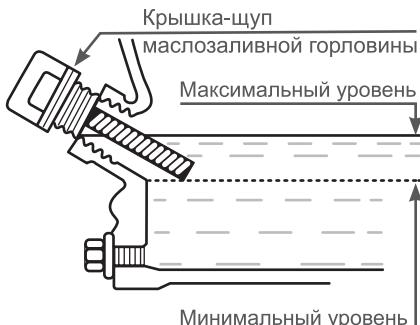

Рис. 5. Проверка уровня масла в картере
Максимальный уровень масла в картере соответствует нижней кромке заливного отверстия (Рис. 5).
5. При недостаточном уровне масла в картере необходимо долить чистое масло до верхней отметки на щупе, что соответствует нижней кромке заливного отверстия (Рис. 5).